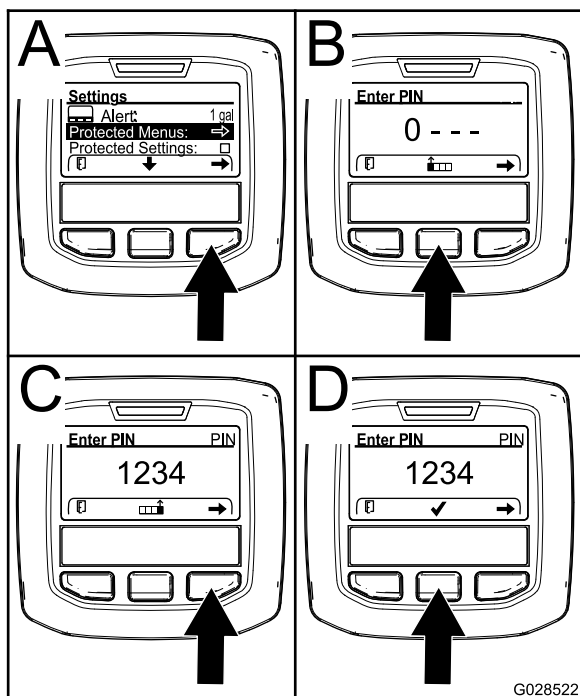

Figura 17
2. No menu de DEFINIÇÕES, utilize o botão central para ir até ao menu PROTEGIDO e prima o botão direito (**Figura 17**).